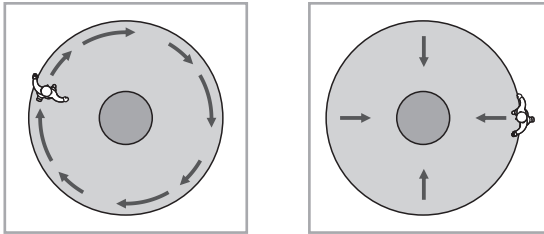

FIG.21
- Camine desde el exterior a través de la zona de cobertura hasta que la luz LED se ilumine aprox. durante 2 seg. (Ver FIG.21).